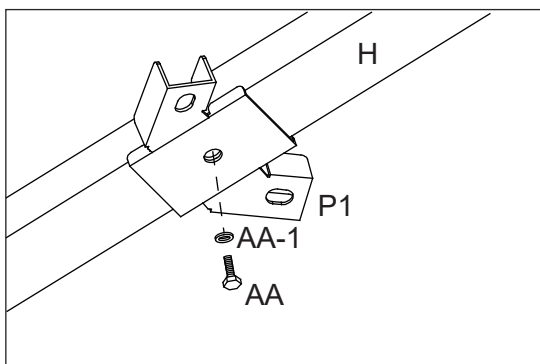

Figure 9-2
9.2 . Fixez le connecteur (P1) au support d'angle du toit (H) à l'aide du boulon (AA) et de la rondelle (AA-1). Voir figure 9-2.